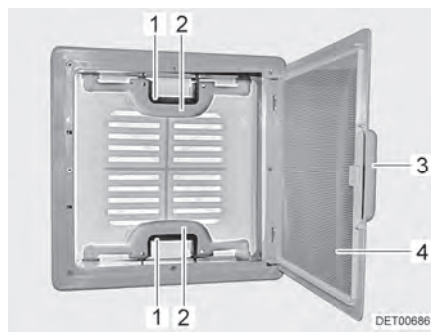

Fig. 51 Claraboya con cierre de resorte
- Tirar del tirador (Fig. 51,3).
- Plegar hacia abajo la protección contra insectos (Fig. 51,4).
- Presionar el cierre de resorte (Fig. 51,1) hacia el lado interior de la claraboya. Presionar simultáneamente hacia arriba la claraboya con el tirador (Fig. 51,2).
- Plegar hacia arriba la protección contra insectos (Fig. 51,4) hasta que engatille.
- Tirar la claraboya enérgicamente hacia abajo por los dos tiradores (Fig. 51,2), hasta que los dos cierres de resorte (Fig. 51,1) hayan engatillado.